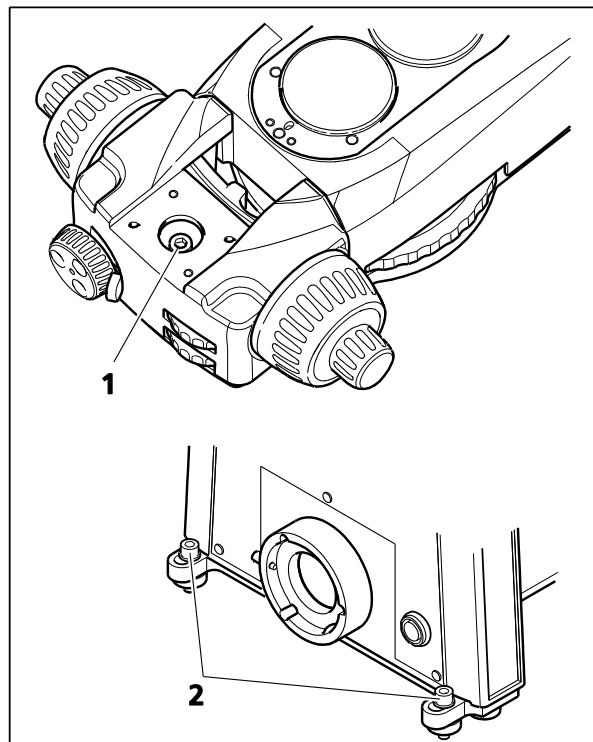

Figure 3-2 Fixation du statif sur un dessus de table
- Visser et serrer la vis située à l'intérieur de la partie supérieure du microscope (Figure 3-2/1) et les deux vis situées à l'arrière (Figure 3-2/2).